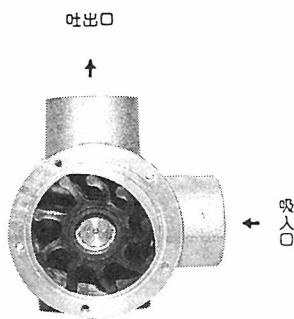

図3
3. 新しいインペラーを挿入します。インペラーは回転方向に合わせて、回す様しながら押し入れて下さい。もし、入りにくい場合は、インペラーの羽根の先端に少量のグリース又は石鹸液を塗り付けると容易に入ります。この時、インペラーの羽根のたわみは必ず回転方向に合わせて下さい。たわみが逆の場合にはポンプが回転しない時があります。(図3参照)